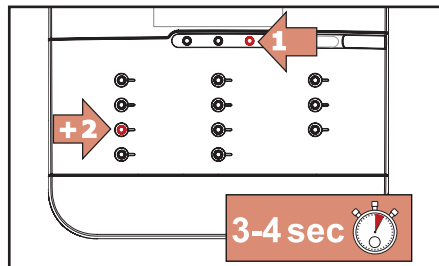

Fig. 5.4 - Entrez dans le mode nettoyage
1. Appuyez d'abord sur ARRÊT ensuite et les tenir appuyés simultanément pendant 3-4 secondes pour entrer le mode nettoyage (fig. 5.4).
1. Appuyez d'abord sur ARRÊT ensuite ← et les tenir appuyés simultanément pendant 3-4 secondes pour entrer le mode nettoyage (fig. 5.4).